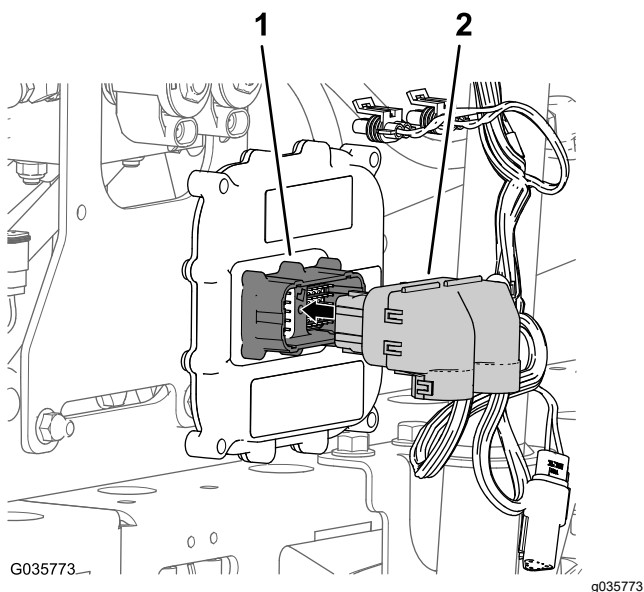

Figura 27
2. Conecte el conector hembra de 50 vías del arnés de cables para el brazo Sonic Boom al conector de 50 pines del controlador electrónico y fije los conectores con el tornillo de cabeza allen (Figura 27).